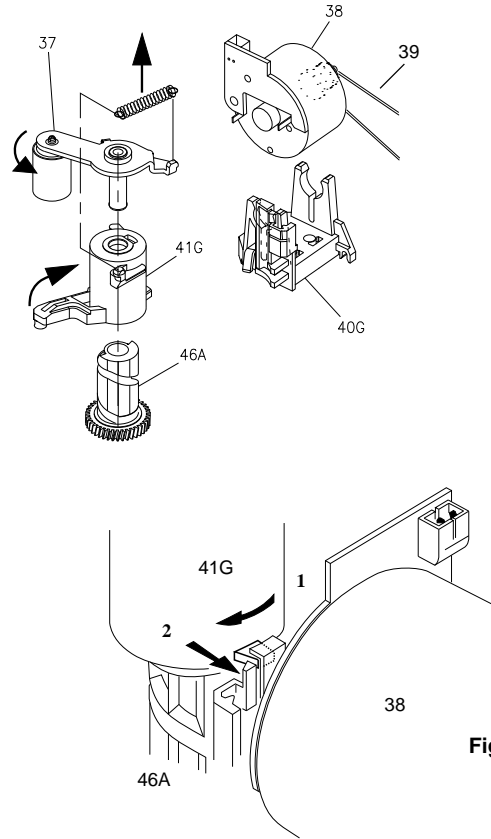

Fig. 13
- Führung (Pos. 41G) aus der Nut des Fädelmotorhalters aushaken und so weit im Uhrzeigersinn verdrehen, bis die Andruckrolle und die Führung (Pos. 41G) entriegelt und abgenommen werden können (Fig. 13).
- Release the pressure roller guide (pos. 41G) from the guide in the threading motor holder and turn the pressure roller guide assembly clockwise until the pressure roller and the guide (Pos. 41G) can be released and removed (Fig. 13).